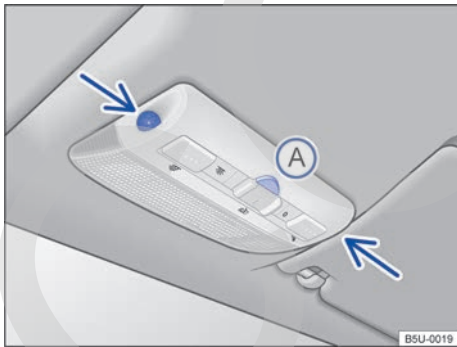

Fig. 26 En la consola del techo: sensores de vigilancia del habitáculo y tecla **(A)** para desconectar la vigilancia del habitáculo.
La vigilancia del habitáculo dispara la alarma con el vehículo bloqueado, si reconoce movimientos en el interior del vehículo. El sensor y el receptor están ubicados en el conjunto de la luz de lectura → **fig. 26** (flechas).
- Presionar la tecla → **fig. 26 (A)**. En el panel de instrumentos la luz de control → **fig. 21** se enciende.